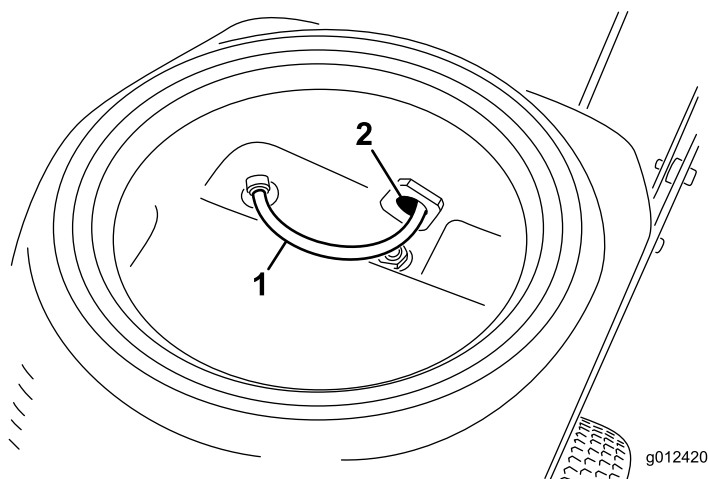

図 32
4. ペイント・タンクの中の攪拌ラインを図 32 のようにドレン・バルブに差し込む。